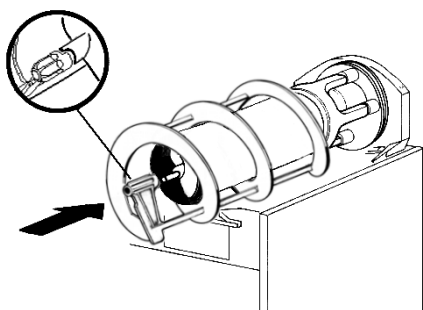

figura 14
- 6 - Colocar sobre el evaporador el rascador exterior, acoplándolo su extremidad anterior al árbol del rascador interior y haciendo coincidir los dientes de arrastre (ver figura 14).